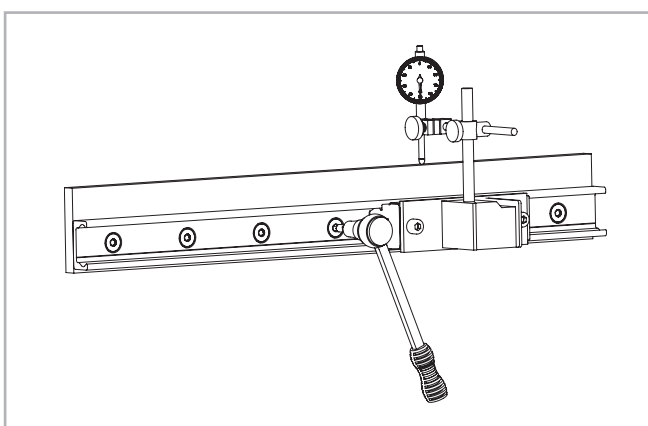

Abb. 159
(2) Montieren Sie eine Messuhr am Läufer so, dass Sie den Versatz der Schiene zu einer Referenzlinie messen können. Positionieren Sie den Läufer nun in der Mitte der Schiene und stellen die Messuhr auf Null. Bewegen Sie den Läufer um jeweils zwei Bohrabstände vor- und rückwärts und richten Sie dabei die Schiene sorgfältig aus. Befestigen Sie die drei mittleren Schrauben dieses Bereiches nun mit dem vorgeschriebenen Anzugsmoment, s. Abb. 159.
(3) Positionieren Sie den Läufer jetzt an einem Schienenende und richten Sie die Schiene vorsichtig auf den Messuhrwert Null aus.